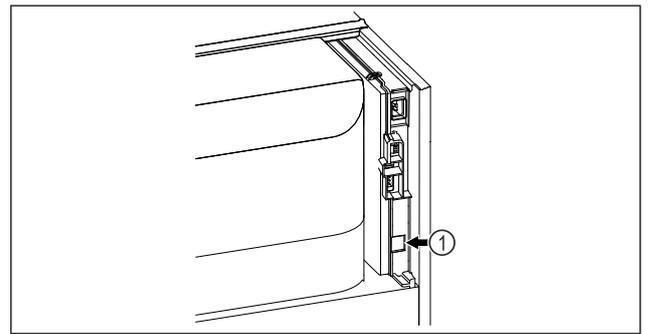

Fig. 171
- Le SmartModule Fig. 171 (1) est installé.